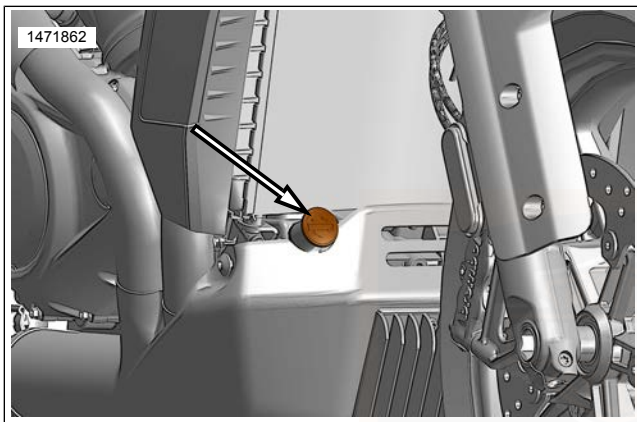

Abbildung 62. Kühlmittel-Einfüllverschlussstopfen/Messstab
3. Kühlmittel-Behälterkappe/Messstab entfernen. Siehe Abbildung 62.
5. Wenn der Stand unter der „MIN“-Linie (1) liegt, GENUINE HARLEY-DAVIDSON EXTENDED LIFE ANTIFREEZE AND COOLANT einfüllen, bis der Flüssigkeitsstand die „MAX“-Linie (2) erreicht.
6. Kühlmittel-Behälterkappe/Messstab anbringen. Siehe Abbildung 62.